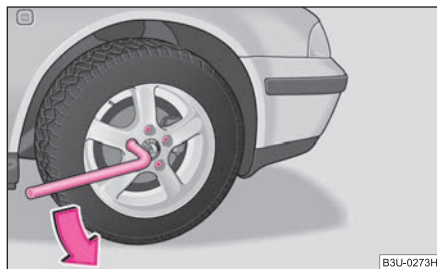

**Fig. 194 Sostituzione di una ruota: Allentamento dei bulloni**
- Impugnare la chiave all'estremità e svitare il bullone di circa un giro in senso antiorario ⇒ **fig. 194**.